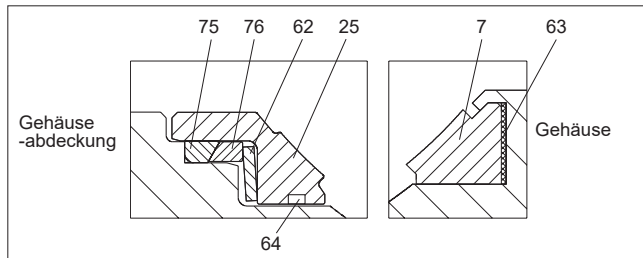

Abb. 24 G-Sitz(2")
- Setzen Sie die Gehäuseabdichtung (63) in die Gehäusemulde. Dann setzen Sie den Sitz (7) in die Gehäusemulde, siehe Abb. 24.
- Setzen Sie die Gehäuseabdichtung (75), den Stützring (76), die Feder (62) und den Sitz (25) in die Gehäuseabdeckung. Abb. 24.